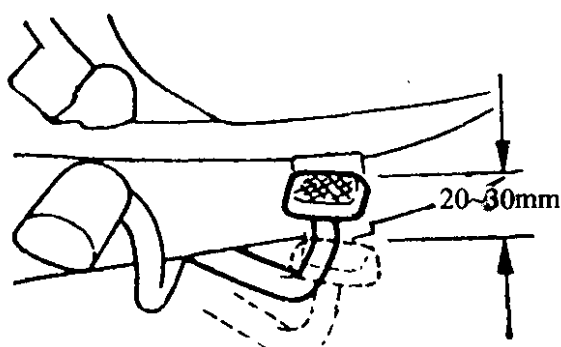

图 1-4 检查后制动踏板自由间隙
(8) 检查后制动踏板自由间隙。如图 1-4 所示,一般应为 20~30mm,最多不要超过 35mm,小于 20mm 也不好。因为右脚经